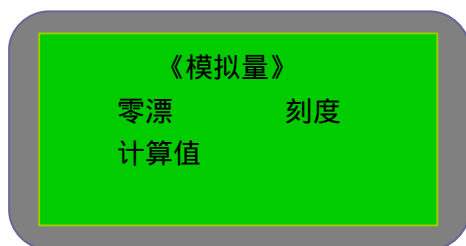
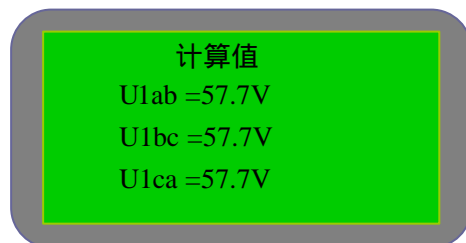

图 5-1-1
图 5-1-5
- 模拟量：包括零漂、刻度、计算值。可通过按“上移”键或“下移”键循环选择；也可按“退出”键退回到主菜单，如图 5-1-1 至图 5-1-5 界面。